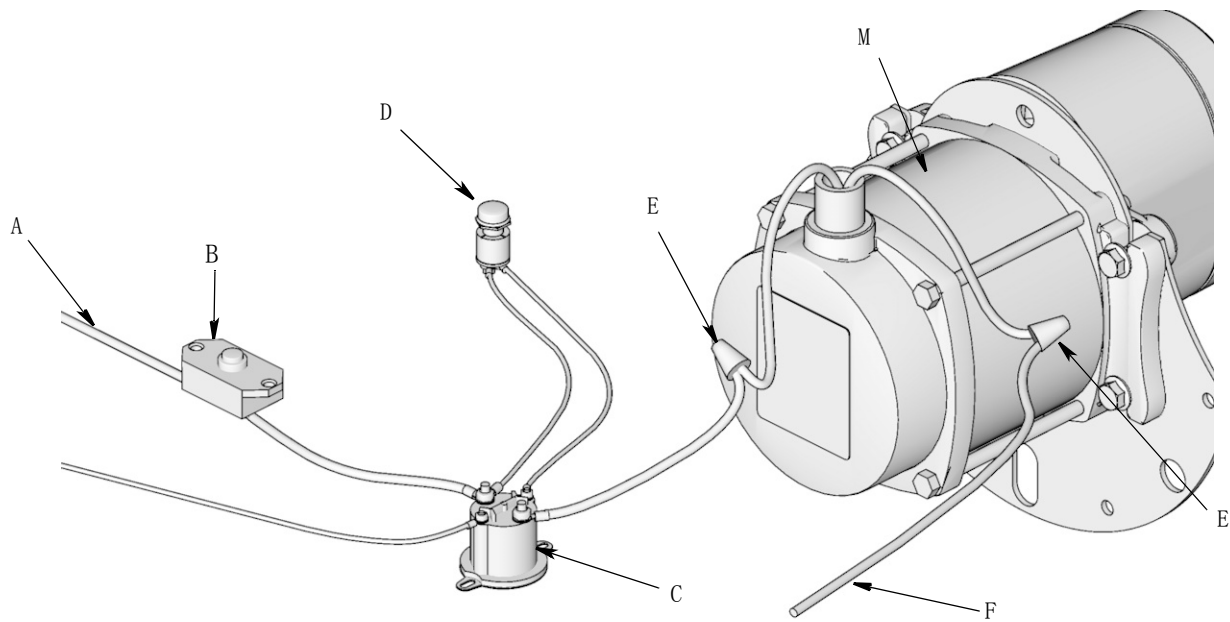
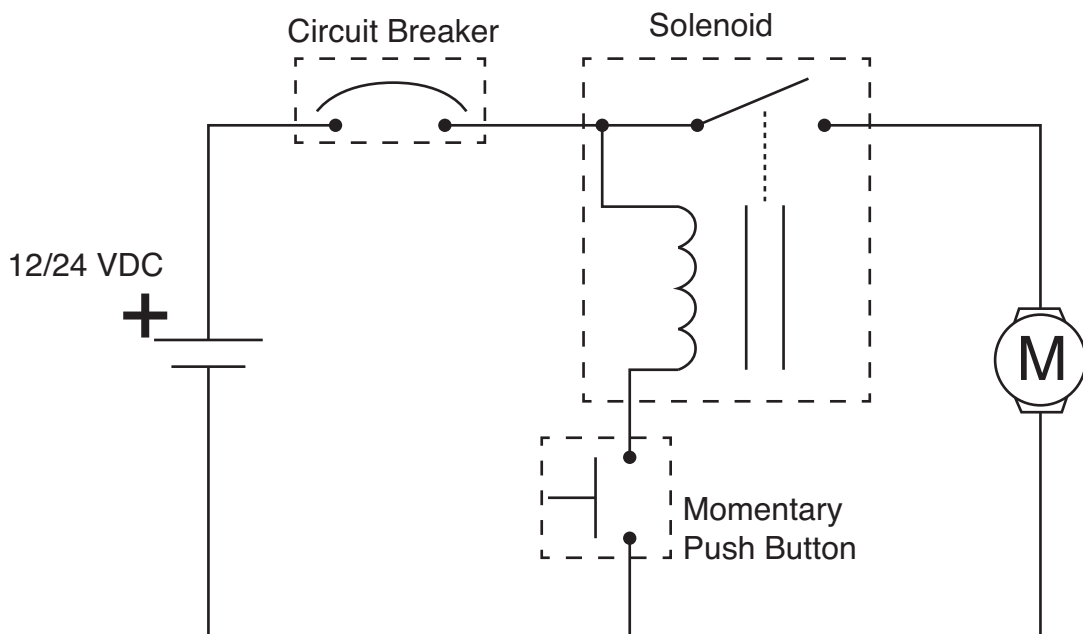

FIG. 8
FIG. 9
- 按 FIG. 8 中的接线图和 FIG. 9 中的配线线路图连接导线。